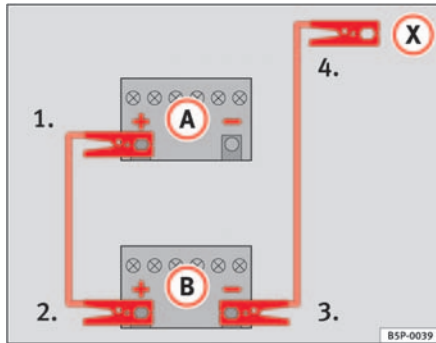

Abb. 180 Schema für das Anklemmen der Starthilfekabel
In der ⇒ Abb. 180 ist **(A)** die entladene Batterie und **(B)** die stromgebende Batterie.
- 1. Klemmen Sie ein Ende des roten Starthilfekabels an den Pluspol ⇒ Abb. 180 **(+)** des Fahrzeugs mit der entladene Batterie ⇒ .